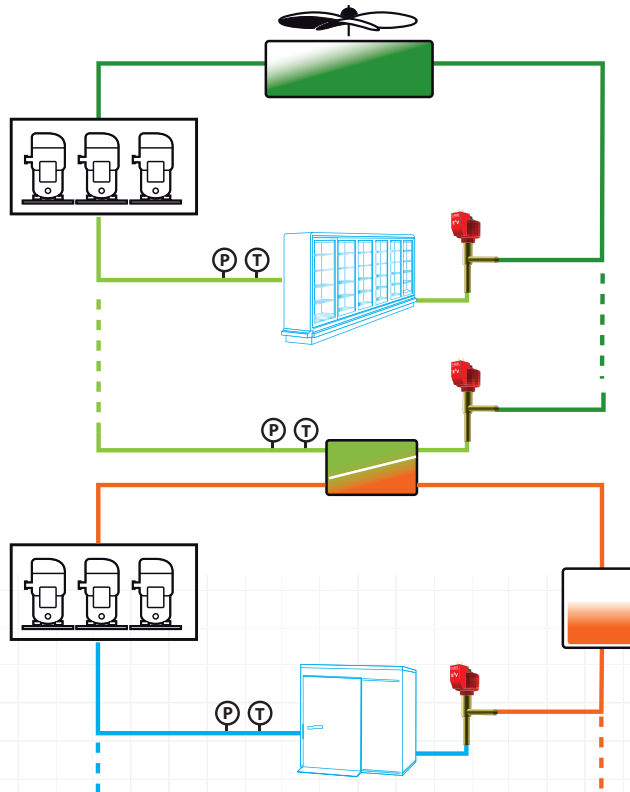

Fig. 4
- impianto in cascata classico con CO2 come fluido secondario. La centrale frigorifera di media temperatura ad R404A, alimenta le utenze frigorifere di media ed inoltre condensa la CO2 proveniente dalla centrale frigorifera di bassa temperatura. Per l'espansione del fluido in quest'ultime utenze sono utilizzate le valvole di espansione elettroniche (Fig.4);